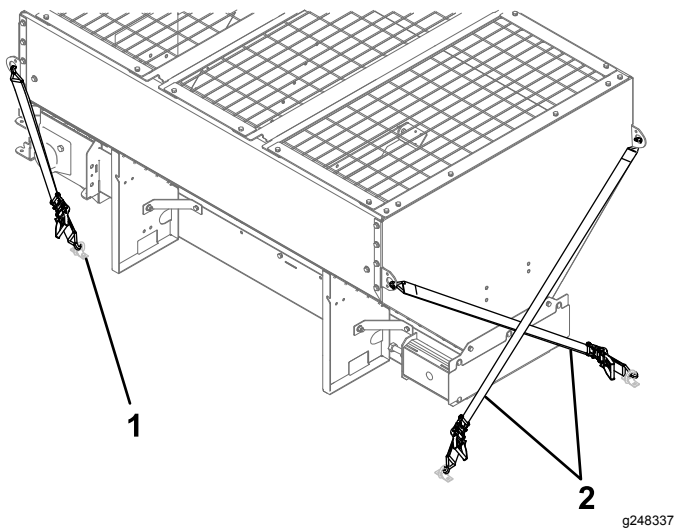

Figure 10
1. Attachez les sangles à cliquet aux anneaux en D situés autour du bord supérieur de l'épandeur (Figure 10).
2. Croisez les sangles près de la cabine du véhicule et fixez-les aux anneaux en D qui leur font face sur le plateau du camion (Figure 10).
3. Fixez les sangles qui sont vers l'arrière du véhicule aux anneaux en D les plus proches sur le plateau du camion (Figure 10).